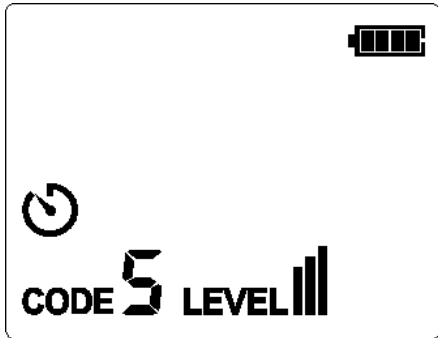

Figura 7.2.2a
3. Para la mayoría de las aplicaciones, la intensidad de transmisión predeterminada es III (código predeterminado: 5). Como se muestra en la Figura 7.2.2a, el nivel que se muestra en la pantalla